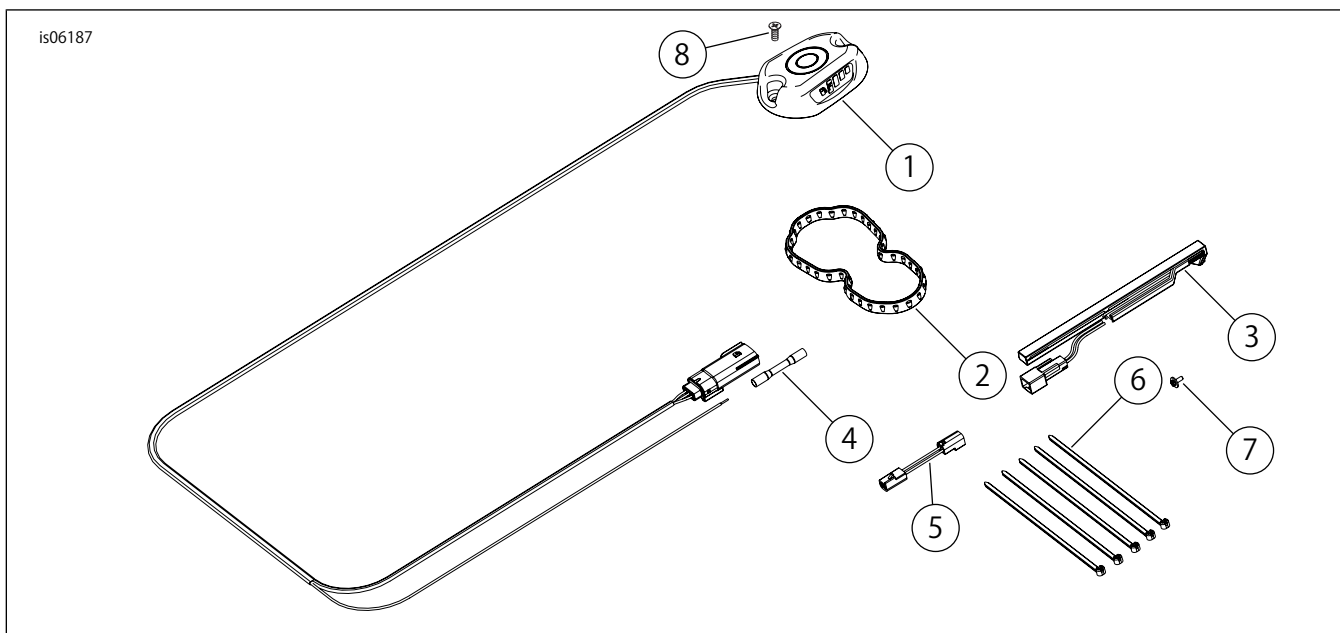

図4。Sportsterフューエルゲージ用交換用パーツ
「図4」および「表1」を参照してください。
- e. フューエルレベルセンサー配線をフューエルホースの下に取り回し、フューエルレベルセンサーをフューエルポンプモジュールの低燃料スイッチコネクタに接続します。必要に応じて、ジャンパーハーネス(図4、アイテム5)を使用してください。
5. 「図4」を参照。フューエルゲージハーネスをターニングナル配線と同様にハンドルバーに沿ってメインハーネスまで取り回します。次に、コイルブラケットとメインハーネスキャディの内側に取り回し、バックボーンに沿ってシートパンエリアに戻します。